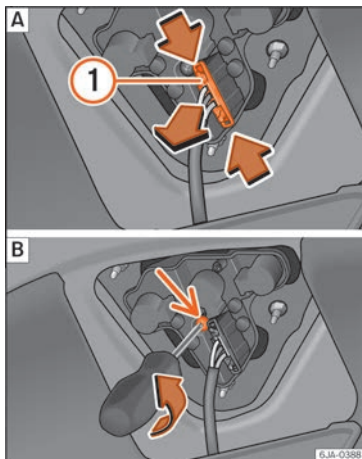

Fig. 105 Desmontar el portalámparas.
– Acceda a los pilotos desconectando el conector ① » » fig. 105 [A] y desatornillando el portalámparas » » fig. 105 [B]. Tenga la precaución de no perder el tornillo de fijación del portalámparas.